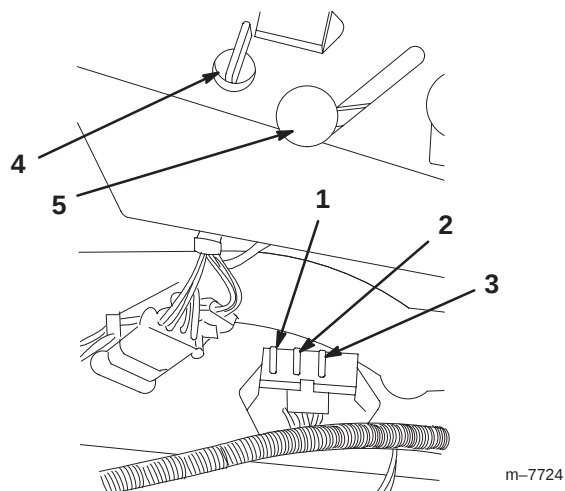

Figure 65
1. Soulevez le siège pour accéder au porte-fusibles (Fig. 65).
2. Pour remplacer un fusible, tirez dessus pour l'enlever (Fig. 65).